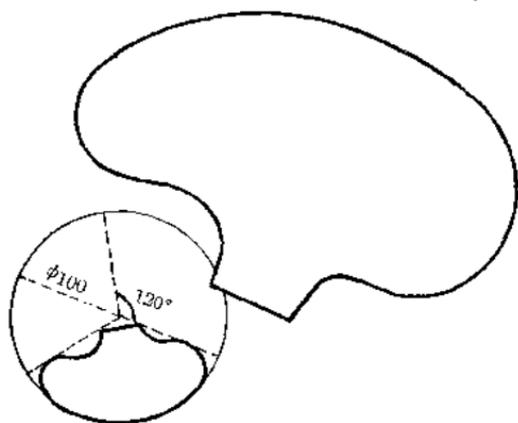

图 18 扇翼实际图样
**扇翼** 照图 18 所示的尺寸画在卡纸上，画出一片扇翼，剪下后作为样板。照这个样板在卡纸上画出三片扇翼，用剪刀剪好后，将剪口处用砂纸磨光即成。